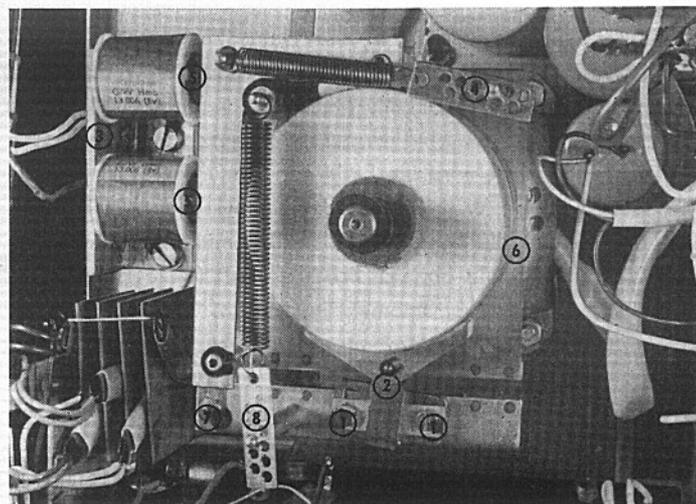
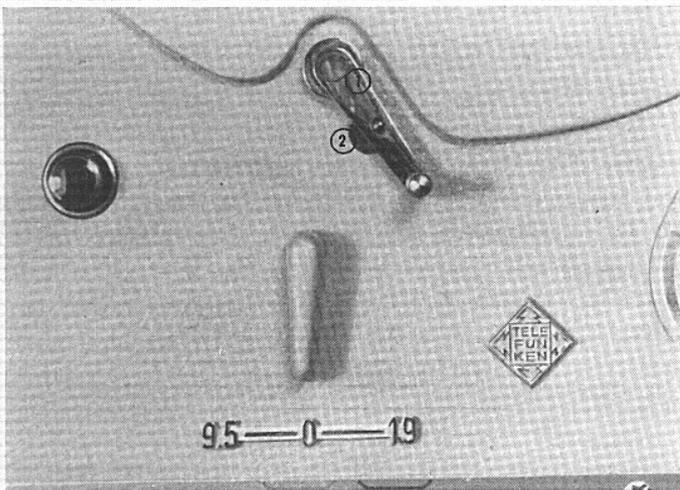
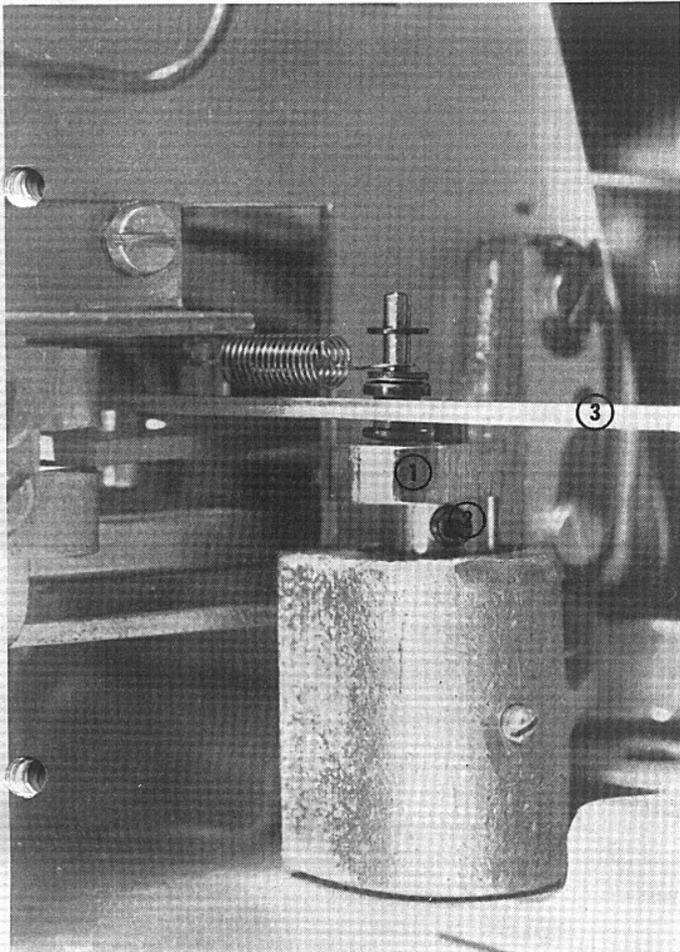
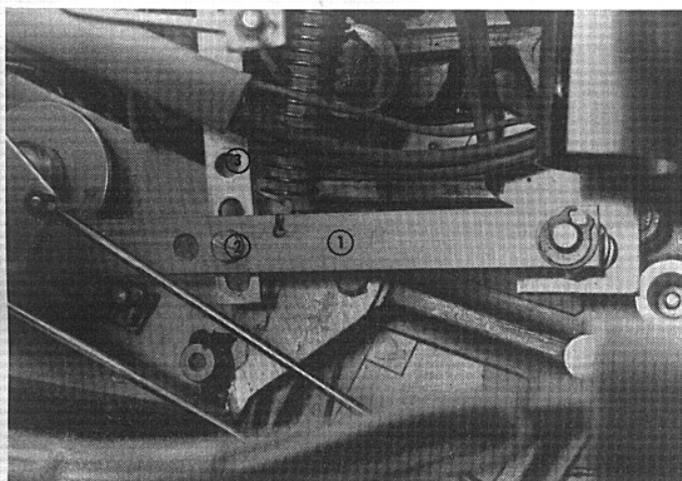

Abb. 17
Abb. 18
Abb. 19
Abb. 20
Zum Auswechseln der Bremsbacke (Abb. 17, Pos. 2) brauchen nur zwei Schrauben (Abb. 17, Pos. 1) gelöst zu werden. Nach auswechseln der Bremsbacke sollte das Gerät ca. 6 Stunden mit Band in Stellung Wiedergabe betrieben werden.
Die Justierung erfolgt durch Verschieben der entsprechenden Magnet-Grundplatte (Abb. 17, Pos. 3) bei abgeschaltetem Gerät. Man geht dabei wie folgt vor:
Zunächst Lochplatte (Abb. 17, Pos. 4) mit Feder aushängen. Dann Mitnehmerteller langsam von Hand in Aufwickelrichtung drehen. Dabei wird man feststellen, daß sich der Bremshebel etwas bewegt, hervorgerufen durch einen geringen Schlag des Keramikzylinders. In der Stellung geringsten Abstandes zwischen Bremshebel und Magnetkernen (Abb. 17, Pos. 5) ist die Justierung vorzunehmen. Man löst die Schrauben der Magnetgrundplatte und verschiebt die Grundplatte so, daß zwischen den Magnetkernen und den Abstandsnieten an den Bremshebeln oben 0,8 und unten 0,5 mm Abstand vorhanden ist. (Maße nach Festziehen der Schrauben nochmals überprüfen!)
2. Die Bremsbacke (Abb. 17, Pos. 2) soll mittig an der Bremscheibe (Abb. 17, Pos. 6) anliegen. Justierbar durch Zwischenlagen (Zg.-Nr. 11 0100 00-26) unter der Bremsbackenbefestigung (Abb. 17, Pos. 1).
3. Der Verbindungsbolzen (Abb. 17, Pos. 7), der von der Verbindungsstange (Abb. 19, Pos. 3) zum Bremshebelgelenk führt, soll parallel zur Motorwelle ausgerichtet sein. Justierbar nach Lösen der Schrauben (Abb. 17, Pos. 1) und Verschieben der Bremsbacke in Langlöchern.
4. Der Fühlhebel (Abb. 18, Pos. 1) soll mit seinem Anschlagstift in dem kreisförmigen Loch der Laufwerkplatte rechtsdrehend in der Anschlagstellung stehen. Dabei muß der Hebel (Abb. 19, Pos. 1) parallel zur Gerätevorderkante ausgerichtet sein. Justierbar nach Lösen der Innensechskantschraube (Abb. 19, Pos. 2) mit Spezialschlüssel.
5. Die Verbindungsstange (Abb. 19, Pos. 3) soll ein Spiel von 0,8 bis 1,2 mm haben, gleichbedeutend mit einem Leerhub des Fühlhebels (Abb. 18, Pos. 1) von 1,3 bis 2 mm. Einstellbar durch Verschieben des Verbindungsbolzens (Abb. 17, Pos. 7) im Langloch nach Lösen der Mutter (Abb. 17, Pos. 7). Der Bolzen kann mit dem Stiftschlüssel 2 (siehe Spezialwerkzeuge) gegen Verdrehen gehalten werden.
6. Die Schiene (Abb. 20, Pos. 1) soll vom Mitnehmerbolzen Verbindungsstange (Abb. 19, Pos. 3) einen Abstand von 0,5 bis 1 mm haben. Einstellbar durch Verschieben der Schiene im Langloch nach Lösen der Schraube (Abb. 20, Pos. 2). Dazu wird ein Hebelstellschlüssel benutzt, dessen Dorn man in das Loch (Abb. 20, Pos. 3) einsetzt. Wenn die Halttaste gedrückt wird, muß die Bremsbacke der Feinfühlautomatik sichtbar von ihrer Bremscheibe abheben.
Auf den linken Wickelteller wird eine volle 22er Spule mit 500 m LGS-Normalband gelegt. Am freien Bandende befestige man eine 250 p-Federwaage und schalte das M 24 auf Wiedergabe. Man ziehe das Band, das über den Fühlhebel und die Keramikstifte der geöffneten Kopfträgerklappe geführt ist, bei etwa normaler Bandgeschwindigkeit nach rechts und lese die Zugkraft an der Federwaage ab. Der Bandzug soll 100 bis 120 p betragen. Eine Einstellung kann an der Lochplatte (Abb. 17, Pos. 8) vorgenommen werden. Die gleiche Messung wiederholt man mit einer fast leeren 13er Spule (Kerndurchmesser 4,5 cm). Der Bandzug darf hierbei um etwa 20 p niedriger liegen (80—100 p).